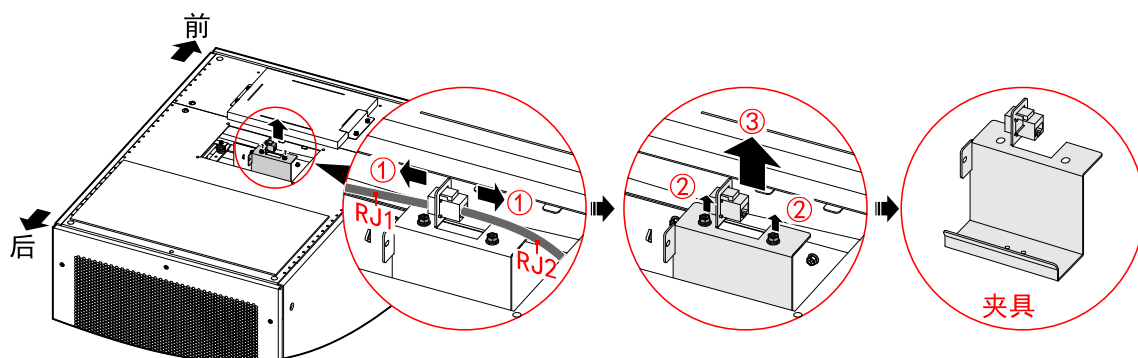

图3-39 取下夹具
2. 拔下网口转接器两端网线，拆除组网设备夹具固定螺钉，取下组网设备夹具，如图 3-39 所示。